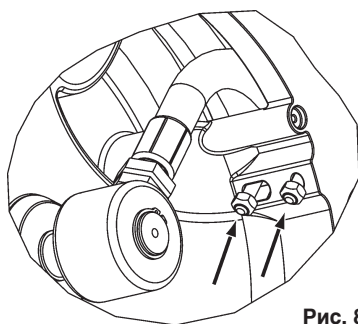

Рис. 8b
4. Прикрепить шланг к шарниру, как показано на рис.8а, и зафиксировать U-образный болт, как показано на рис. 8b.
3. Отсоединить шланг, как показано на рис. 8а. Отсоединить шланг от диска, сняв крепежное приспособление (рис. 8b).